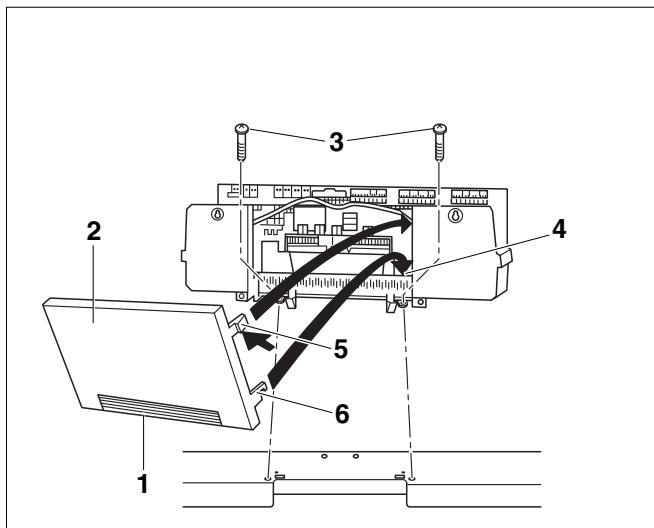

Рис. 20 Крепление системы управления Logamatic 4000
- Снимите заднюю стенку (Рис. 20, поз. 2).
При необходимости можно выпломать или вырезать заглушку (Рис. 20, **поз. 1**) на задней стенке (Рис. 20, **поз. 2**) системы управления.
- Установите оба нижних крюка (Рис. 20, **поз. 6**) справа и слева на задней стенке (Рис. 20, **поз. 2**) шлицом на верхнюю кромку рамки с хомутами.
- Слегка нажмите верхние эластичные крюки (Рис. 20, **поз. 5**) внутрь (по стрелке) и вставьте заднюю стенку (Рис. 20, **поз. 2**) так, чтобы оба крюка защелкнулись.
- Установите крышку клеммного щитка и закрепите ее 2 винтами (Рис. 20, **поз. 3**).